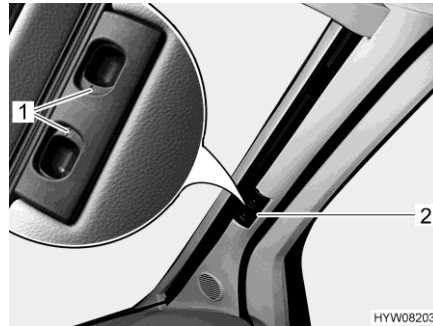

Bild 101 Plisségardin (vindruta)
- Tryck in låshandtagen (Bild 101,1) och håll dem intryckta.
- Håll plisségardinerna för vindrutan i handtaget (Bild 101,2) och dra dem mot fönstrets mitt.
- Skjut de två hälfterna av plisségardinerna för vindrutan utåt så långt det går, ta tag i handtaget (Bild 101,2). Dra upp handtaget till samma höjd som låsspåret.
- Släpp låshandtagen (Bild 101,1) och låt dem haka fast.